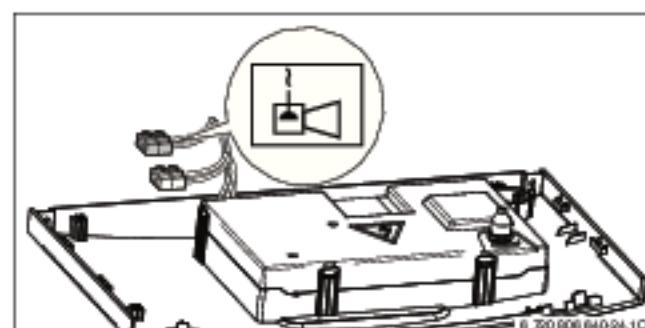

Рис. 16 Подключение сигнализатора тревоги.
- ▶ Подключите контакт сигнализатора тревоги непосредственно к клеммам (→ рис. 16, стр. 21).